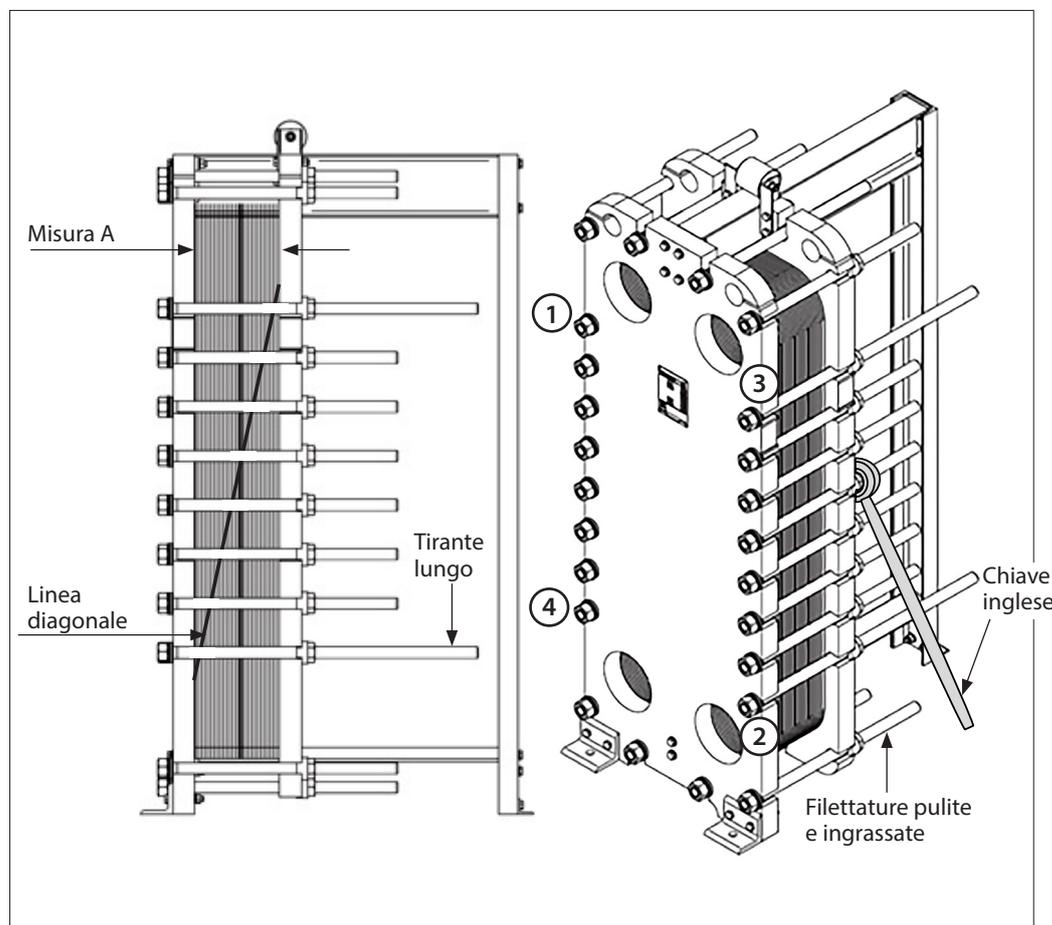

Fig. 14. Chiusura dello scambiatore di calore a piastre. Nota: La misura A non deve mai essere inferiore alla misura A minima (vedere targhetta)
- Installare i tiranti lunghi e serrarli uniformemente secondo l'ordine dei numeri 1, 2, 3, 4 (fig. 14) finché non si percepisce una resistenza in modo tale che il follower abbia un movimento di apertura parallelo